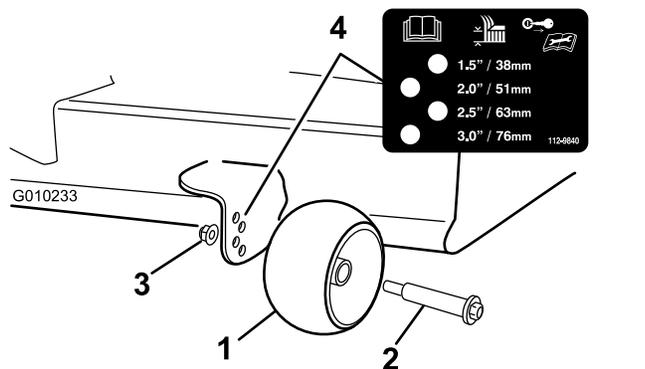

Bild 23
- Stellen Sie die Antiskalpierrollen so ein, dass sie der nächsten Schnitthöheneinstellung entsprechen (Bild 23).